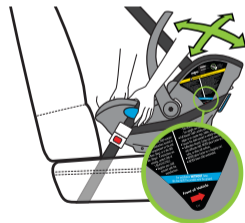

Figure 74
- Saisissez le porte-bébé près des guides de ceinture DUA/sous-abdominale bleus et tirez-le d'un côté à l'autre et d'avant en arrière pour vérifier que l'installation est sécurisée, comme illustré à la **Figure 74**.
- Vérifiez que la ligne de référence d'inclinaison bleue située sur le côté du siège est parallèle au sol, comme illustré à la **Figure 74**. Si ce n'est pas le cas, détachez la ceinture et revenez à l'**étape 6**.